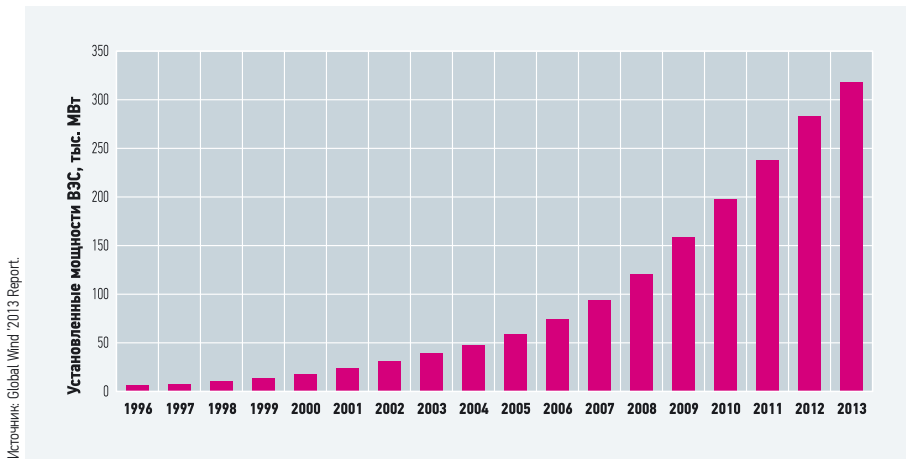

Рис. 3. Динамика установленной мощности ВЭС в мире
•• Рис. 3. Зависимость удельной экономии энергии от расхода воздуха
Удельная экономия энергии для разных типов рекуператоров представлена на рис. 3. Очевидно, что для всего исследуемого промежутка экономия энергии для роторных рекуператоров выше, чем для пластинчатых.